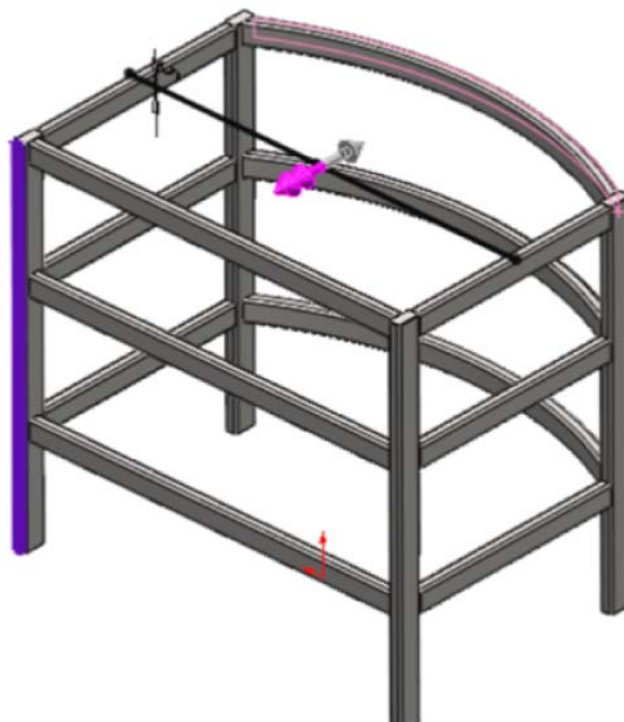

Рис. 1.22. Выбор поверхности для создания элемента *вытянутая бобышка*
6. В окне группы **Направление 2** выберите параметр **До поверхности** и укажите заднюю грань задней ножки показанную на рис. 1.22;